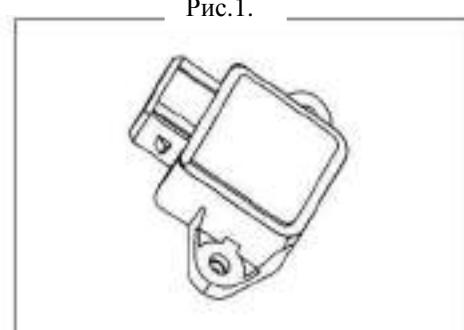

Рис.1.
3. Датчик положения дросселя (4G18-3600080)(рис.1).